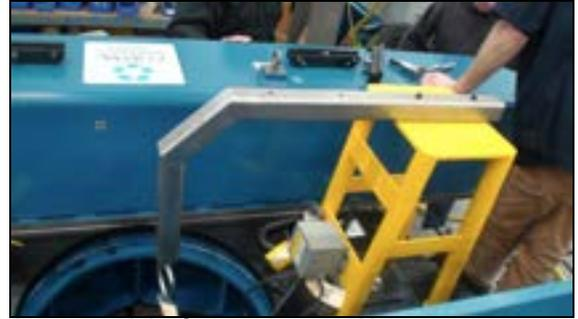

ABBILDUNG 4-49. SCHLAUCHTURM IN VERSTAUPPOSITION
7. Den Schlauchturm in die Verstauposition bringen (siehe Abbildung 4-49).